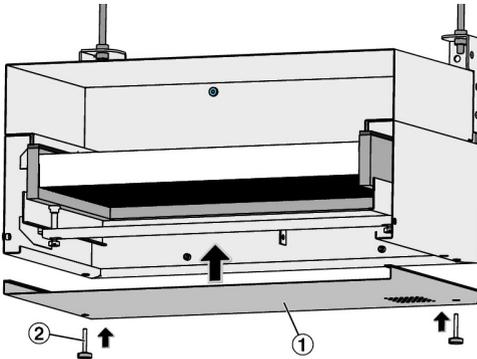

Abb. 6: TFM Montage Frontdurchlass
- ▶ Frontdurchlass (Abb. 6/1) am Filtergehäuse aufsetzen und mit den Rändelschrauben (Abb. 6/2) anbringen.